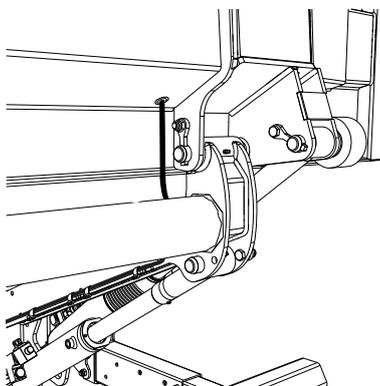
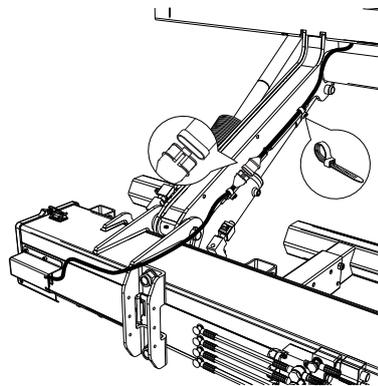
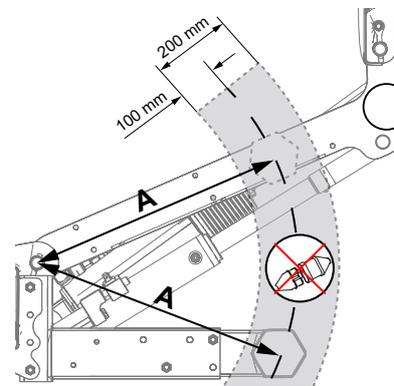

Figura 71. Montaje del cableado
Figura 72. Montaje del cableado
Figura 73. Ubicación del conector rápido
2. Tender el cable y montar con una abrazadera de plástico como se indica en Figura 71 y Figura 72. El conector rápido debe colocarse de tal manera que no entre en conflicto con la protección contra empotramiento durante el movimiento del brazo primero. Medir la distancia (A) desde el centro del eje del brazo primero hasta el centro de la protección contra empotramiento, véase Figura 73.
3. Medir la misma distancia (A) en el brazo primero, véase Figura 73.
4. A continuación, colocar el conector rápido al menos 100 mm fuera o dentro de la medida obtenida (B), véase Figura 73.